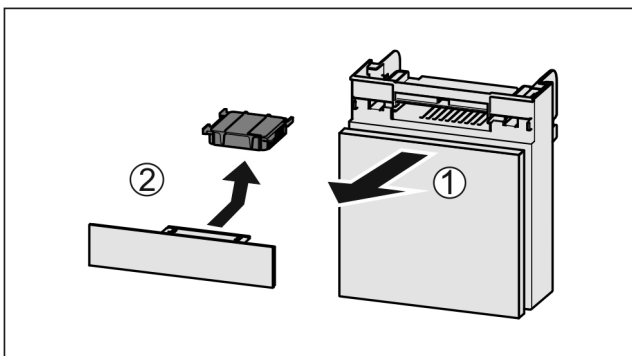

Fig. 77
- ▶ Fach nach vorne herausziehen Fig. 77 (1).
- ▶ Aktivkohlefilter entnehmen Fig. 77 (2).